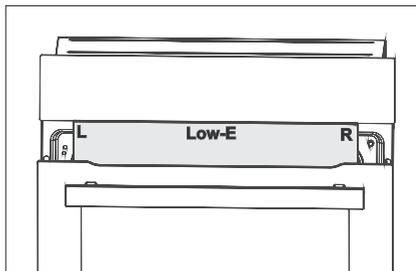

Fig. 40
*Assicurarsi che le scritte L-R o Low-E sul vetro possano essere lette direttamente dall'esterno del forno durante l'installazione del vetro intermedio del forno (Fig. 40).*